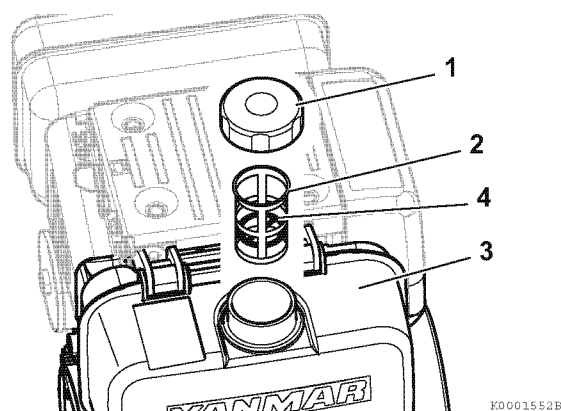

Abbildung 1
1. Den Bereich um den Tankdeckel herum abwischen (1, **Abbildung 1**).
2. Tankdeckel (1, **Abbildung 1**) vom Kraftstofftank (3, **Abbildung 1**) abnehmen.
3. Betanken beenden, sobald der Kraftstoffstand den roten Ring (4, **Abbildung 1**) an der Unterseite des Einlasskraftstofffilters erreicht hat.
4. Tankdeckel wieder anbringen (1, **Abbildung 1**) und handfest anziehen. Zu festes Anziehen beschädigt den Tankdeckel.